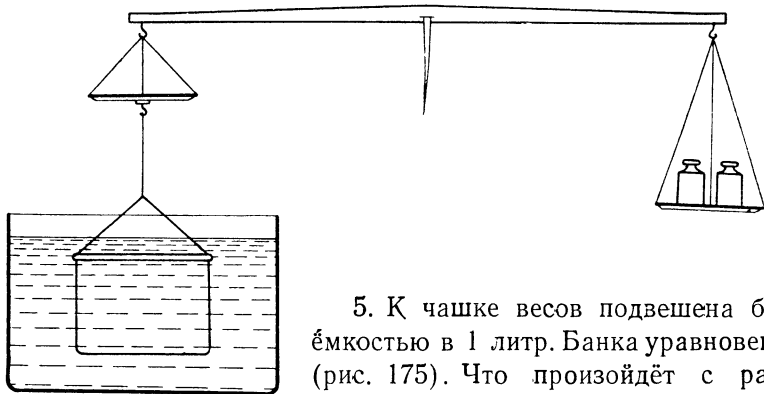

Рис. 175.
5. К чашке весов подвешена банка ёмкостью в 1 литр. Банка уравновешена (рис. 175). Что произойдёт с равновесием весов, если в банку налить 1 литр воды и всю её погрузить в воду?